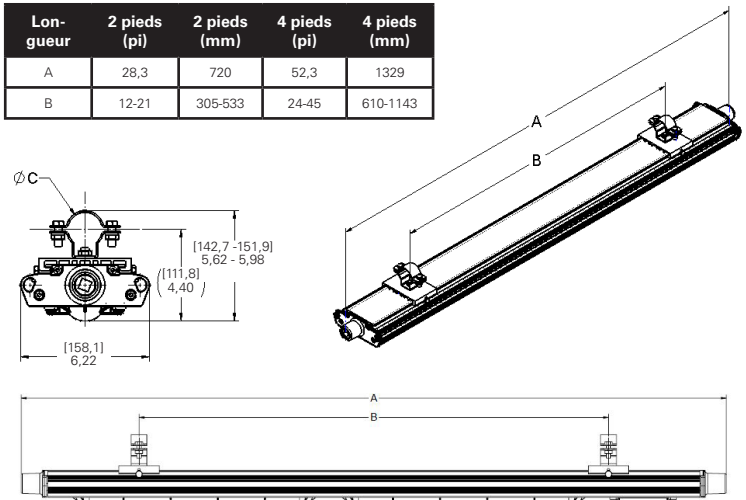
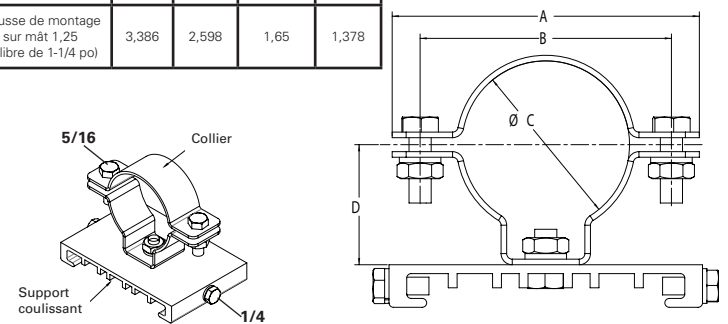

Figure 8. TROUSSE Montage sur mât
Figure 9. TROUSSE Détails du montage sur mât
2. Avant l'installation, s'assurer que le diamètre intérieur du collier est compatible avec le diamètre du mât. Les colliers sont disponibles dans les tailles 42 mm (1,65 po), 51 mm (2,00 po) et 60 mm (2,36 po). Les supports de montage sur mât doivent être espacés correctement; il est recommandé de les séparer d'au moins 12 po (305mm) (voir figure 8).
3. Faire glisser les deux (2) supports de montage sur mât sur le luminaire de manière à engager les brides.
4. Serrer à fond les vis de pression de 1/4 po sur chaque support coulissant (voir la figure 9). Visser au couple de 78 po-lb (8,8 N.m).
5. Retirer les deux (2) vis de 5/16 po, les rondelles de verrouillage et les écrous de chaque collier et retirer les moitiés supérieures des colliers.
8. Installer sur chaque collier les deux (2) moitiés supérieures des colliers et les vis de 5/16 po, les rondelles de verrouillage et les écrous.